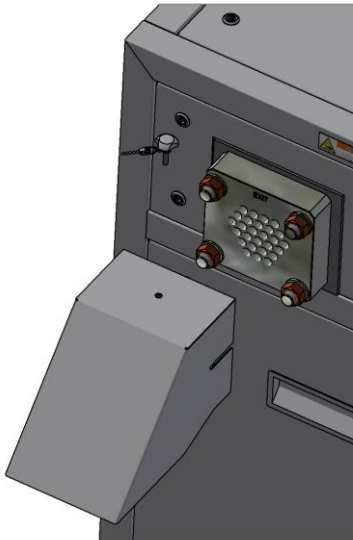

Fig. 19
- Montar las placas de extrusión y las bocas de expulsión (fig. 19) en el peletizador y apretar la tuerca M24. Véase la indicación de par en el capítulo 6.3 «PARES DE APRIETE».